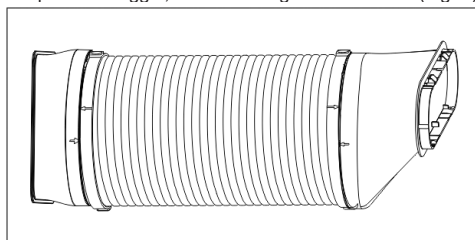

Fig. 3
4.Dopo il montaggio, come nella figura sottostante (Fig. 3)